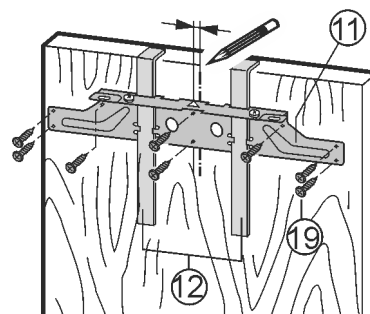

Fig. 30
- Befestigungstraverse Fig. 30 (11) mittig auf der Tür ausrichten.
- Keder links: Befestigungstraverse Fig. 30 (11) 6 mm (0.24 in) nach links verschieben.
- Keder rechts: Befestigungstraverse Fig. 30 (11) 6 mm (0.24 in) nach rechts verschieben.